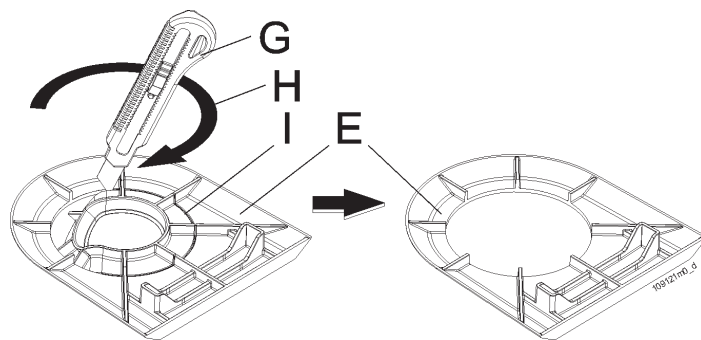

Figura 5-35 - Preparazione della guarnizione per coassiale
- 3.- controllare la guarnizione "E" che sia stata eliminata la parte indicata dalla gola "I" come indicato in Figura 5-35;